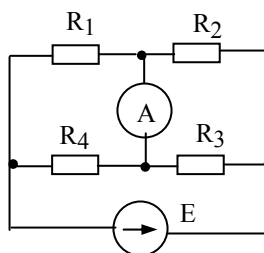

Рис.1.3.14
1.3.14. Определить показание амперметра (рисунок 1.3.14), если  $E=60$  В,  $R_1=40$  Ом,  $R_2=30$  Ом,  $R_3=20$  Ом,  $R_4=10$  Ом. Внутреннее сопротивление амперметра  $R_a=0$ .